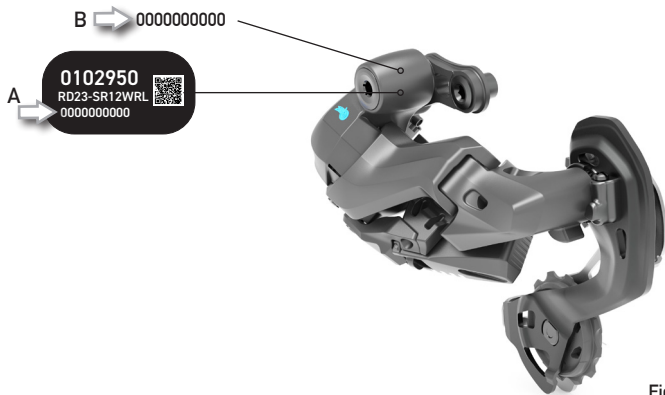

Fig.12
- saisir le numéro de série du dérailleur arrière mentionné sur l'étiquette amovible (Fig. 11) ou sur l'étiquette noire (A - Fig. 12) se trouvant sur la partie avant de la fixation du dérailleur arrière, ou pouvant être lu directement sur le dérailleur arrière (B - Fig. 12), cette dernière possibilité uniquement à partir du mois d'août 2023.